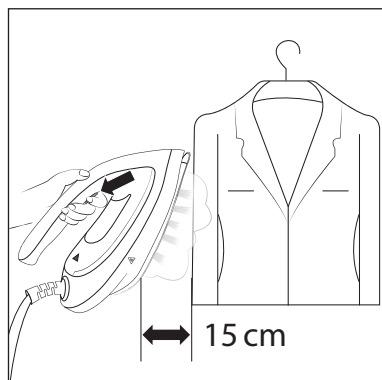

Fig. 6
- 1) Fare riscaldare il ferro da stiro a vapore ❶ finché il tasto **MAX** ❷ o **ECO** ❸ non resta acceso in modo fisso.
- 2) Prendere il ferro da stiro a vapore ❶ dalla superficie d'appoggio ❶ e mantenerlo in posizione verticale a distanza di circa 15 cm dal capo di abbigliamento.
- 3) Premere il tasto per il getto di vapore ❷ (vedere fig. 6) e applicare uniformemente il vapore ai punti da lisciare del capo di abbigliamento.